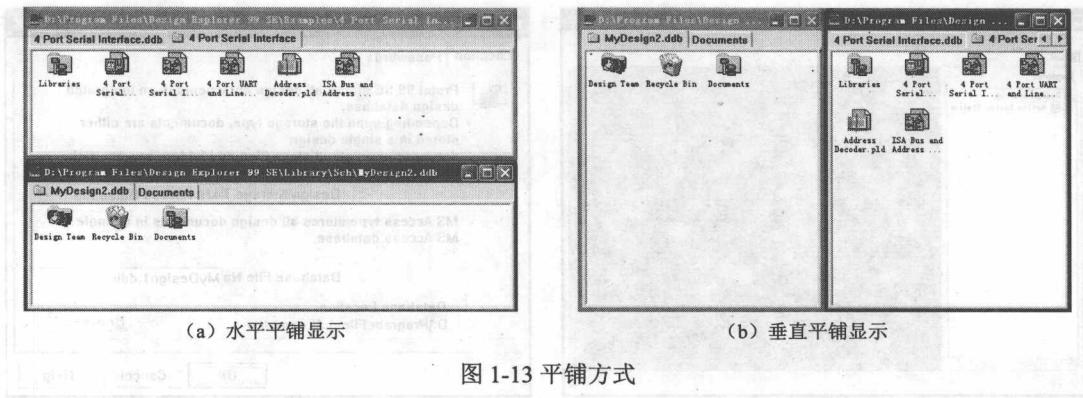

图 1-13 平铺方式
① Tile: 将打开的各个设计数据库的工作窗口以平铺的方式显示。平铺方式分为 Tile Horizontally (水平平铺) 和 Tile Vertically (垂直平铺) 两种形式，执行相应的命令即可。效果如图 1-13 所示。